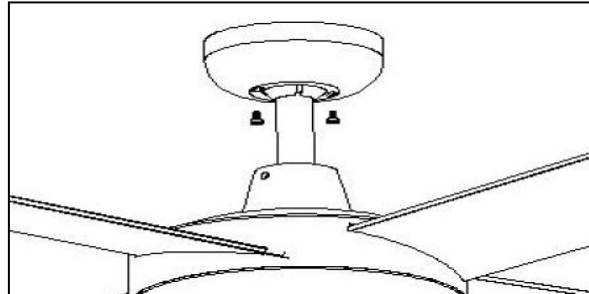

Fig. 10
- Couvrir le support de montage avec la voile. Assurer que tous les câblages électriques soient dans la voile et qui ne soient pas endommagés pendant cette procédure. Assurer la voile au support de suspension en utilisant les vis. Fig 10.